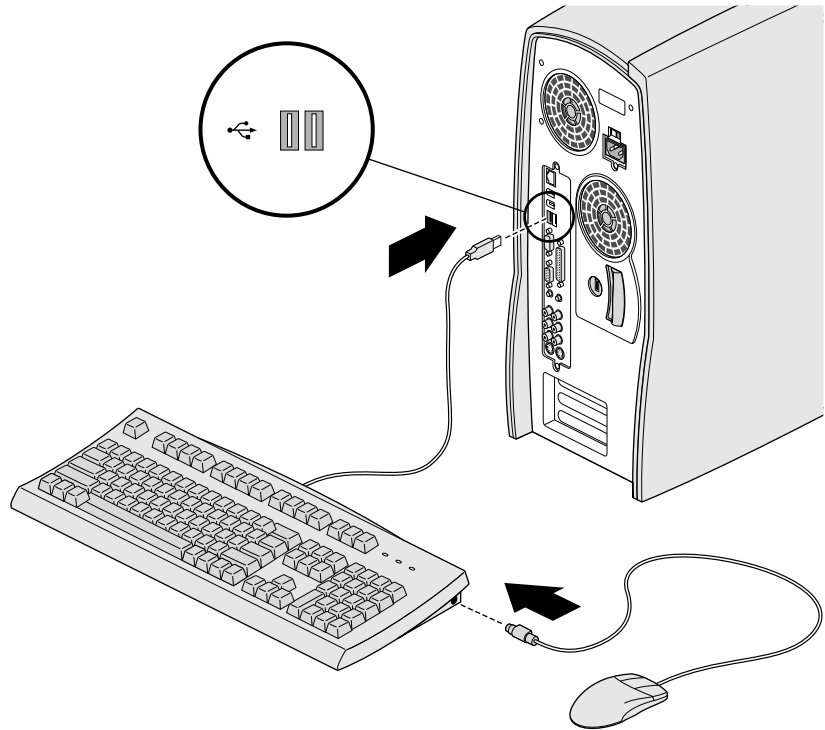

Figura 1-3 Collegamento di mouse e tastiera
2. Collegare il mouse PS/2 alla tastiera, come illustrato nella Figura 1-3, quindi collegare la tastiera al connettore USB più a sinistra.